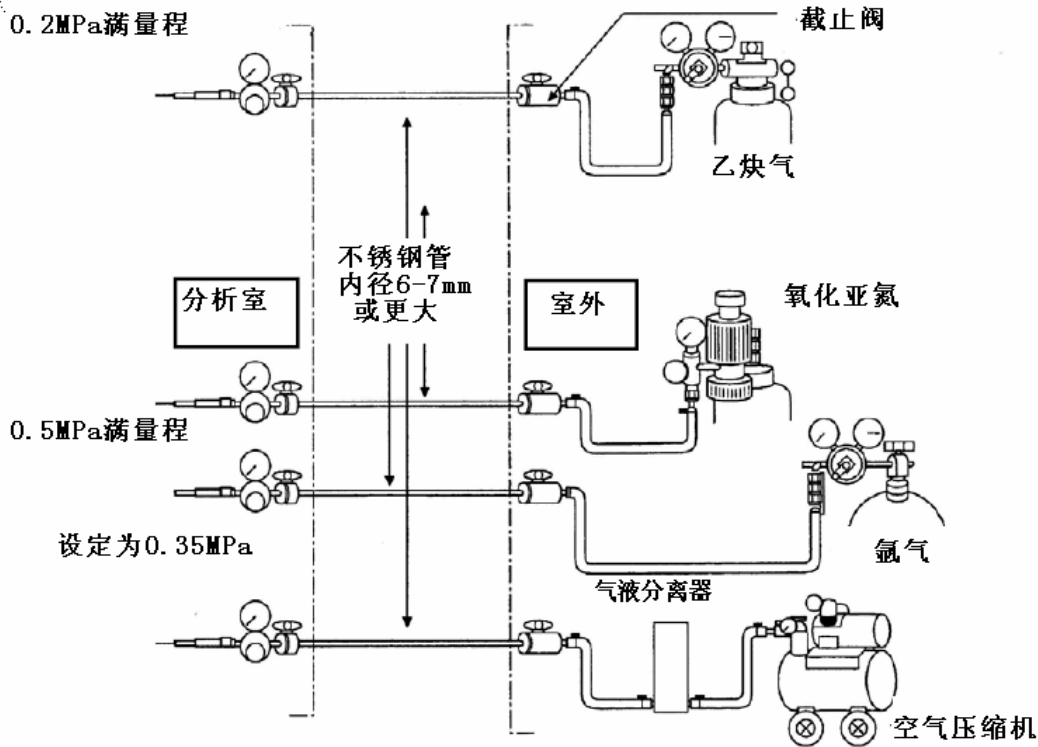

图 2.2 原子吸管路安装推荐图
- (c) 对于空气管，请按图 2.2 所示安装气液分离器，如果所供空气非常干燥，则不需要气液分离器。
- (d) 管路图参考图 2.2 所示。